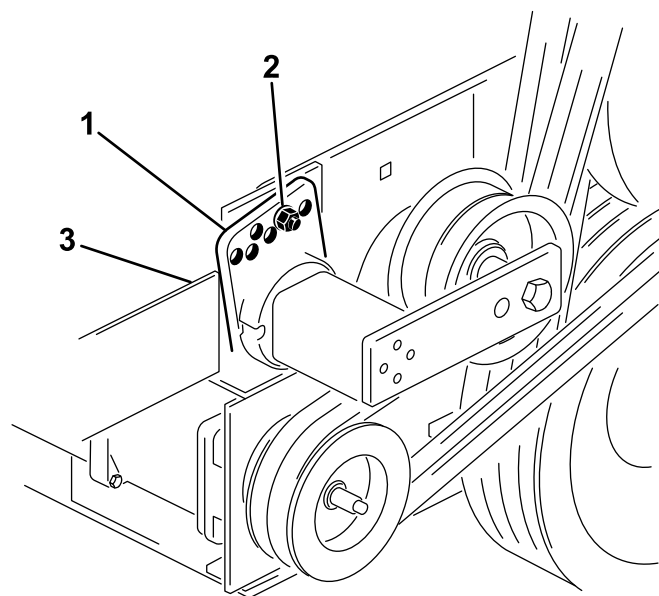

Bild 14
2. Lösen Sie hinten am Rahmen die Schraube, mit der der Riemen Spanner am Rahmen befestigt ist (Bild 14).
3. Nehmen Sie die Schraube und die Mutter ab, mit denen die Spannerführung an der Antriebshalterung befestigt ist, um die Spannung vom Riemen zu nehmen (Bild 14).